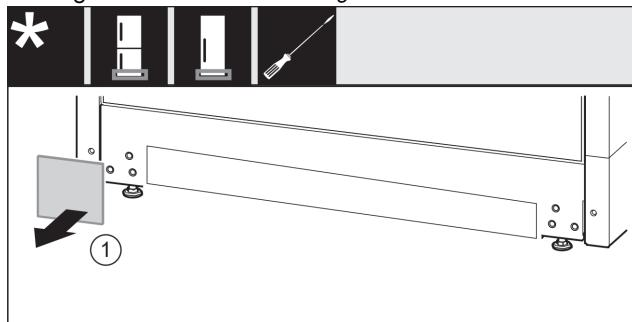

Fig. 15
- Abdeckung abnehmen. *Fig. 15 (1)*